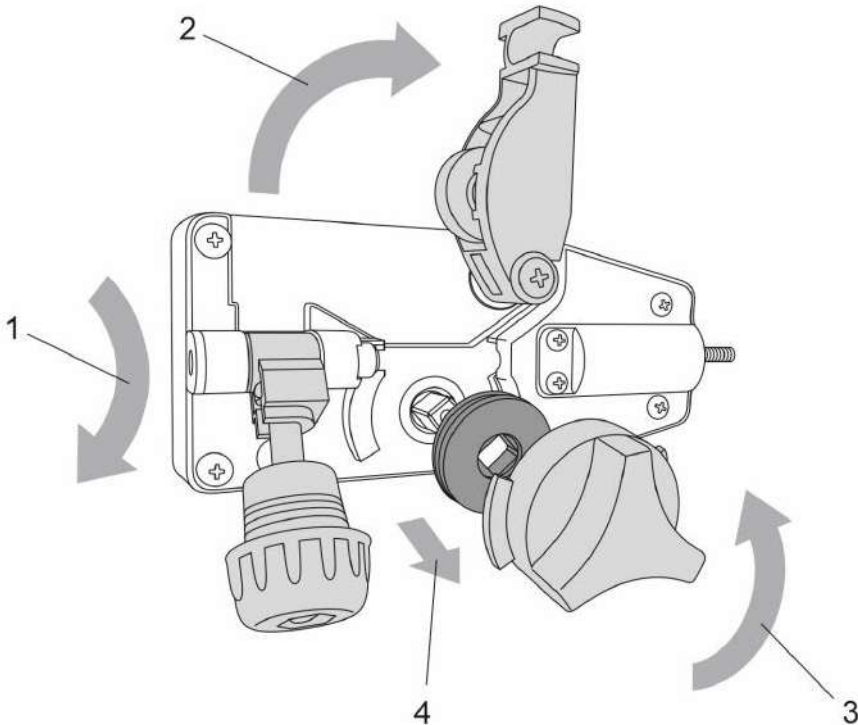

Рис. 8.5.1. Открытие механизма подачи проволоки.
1. Для открытия механизма подачи проволоки потяните на себя механизм прижима, потяните вверх прижимной ролик (см. рис. 8.5.1).
3. Установите необходимую канавку в зависимости от диаметра сварочной проволоки и закрепите ролик фиксатором (см. рис. 8.5.1).